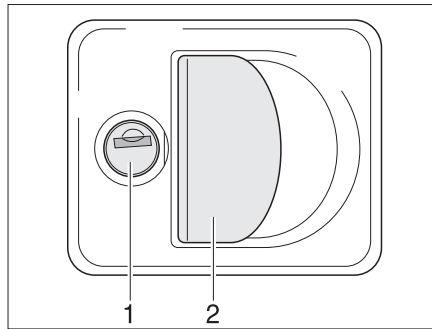

Fig. 53 Cerradura de la trampilla con tirador concha
- Introducir la llave en el cilindro de cierre (Fig. 53,1) y girarla un cuarto de vuelta. La cerradura de la trampilla está desbloqueada.
- Tirar del asidero de la cerradura (Fig. 53,2). La trampilla exterior está abierta.